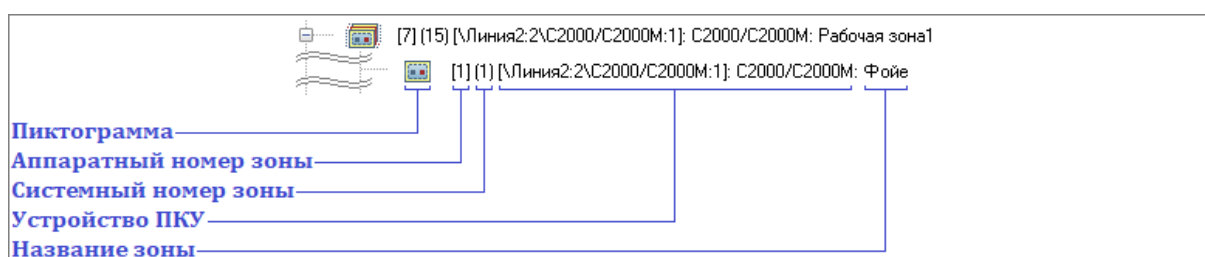

Рисунок 6-294 Отображение объекта "Аппаратная зона" в дереве зон как принадлежащего узлу "Аппаратная группа зон"
- узлу «Аппаратная группа зон» (см. Рисунок 6-294),